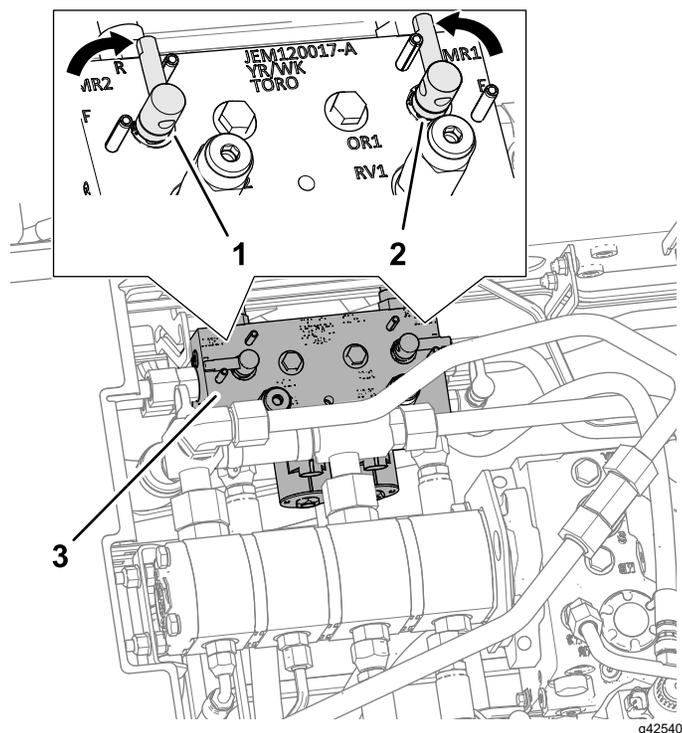

Figura 109
4. Desenganche y levante el asiento para tener acceso al distribuidor del cortacésped (Figura 109).
5. Mueva la palanca de autoafilado a la posición R (autoafilado) (Figura 109).